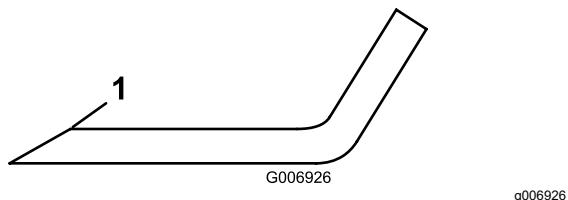

Figura 72
- Inspecione as extremidades de corte de todas as lâminas. Afie as extremidades de corte se apresentarem sinais de desgaste ou ranhuras, afie apenas a zona superior da parte cortante e mantenha o ângulo de corte original para garantir um desempenho eficaz da lâmina (Figura 72).